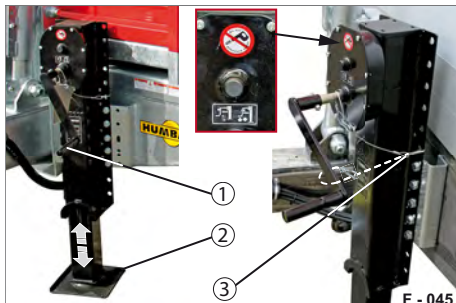

Abb. 70 Stützfuß ausgefahren
- ▶ Lösen Sie das Sicherungsseil (Abb. 70/3) von der Handkurbel (Abb. 70/1).
- ▶ Kurbeln Sie den Stützfuß (Abb. 70/2) mit der Handkurbel - im Schnellgang - bis kurz vor Bodenkontakt herunter.
- ▶ Kurbeln Sie den Stützfuß (Abb. 70/2) bis zum Untergrund herunter.